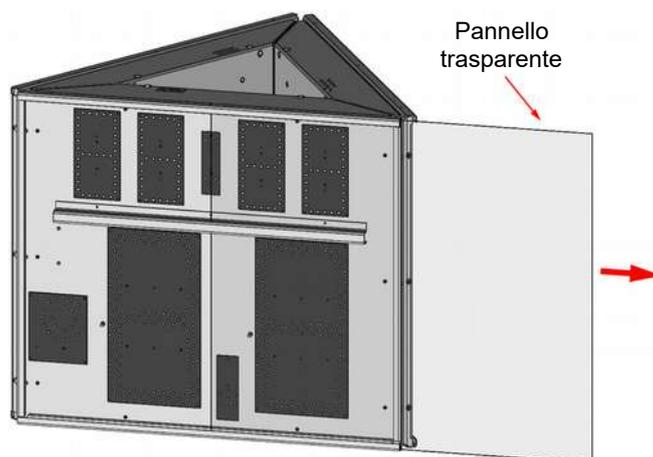

Fig. 3.4: Estrazione del pannello trasparente
5. Sfilare il pannello trasparente lateralmente come in Fig. 3.4 e ripetere l'operazione per tutti i frontali disponibili.